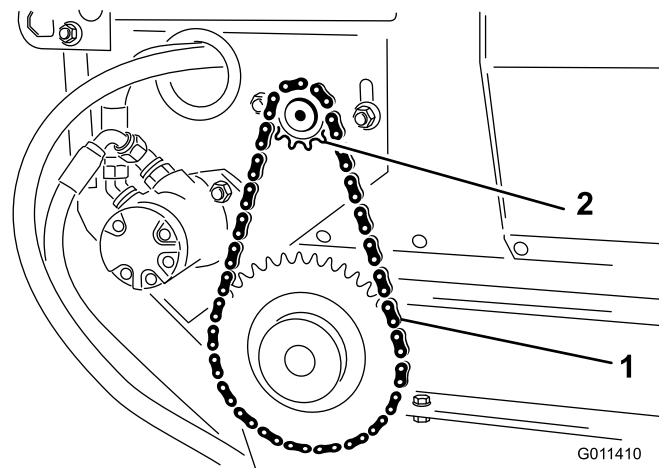

図 25
2. モータ&スプロケット・アセンブリをメインフレームに固定しているボルトをゆるめる (図 25)。